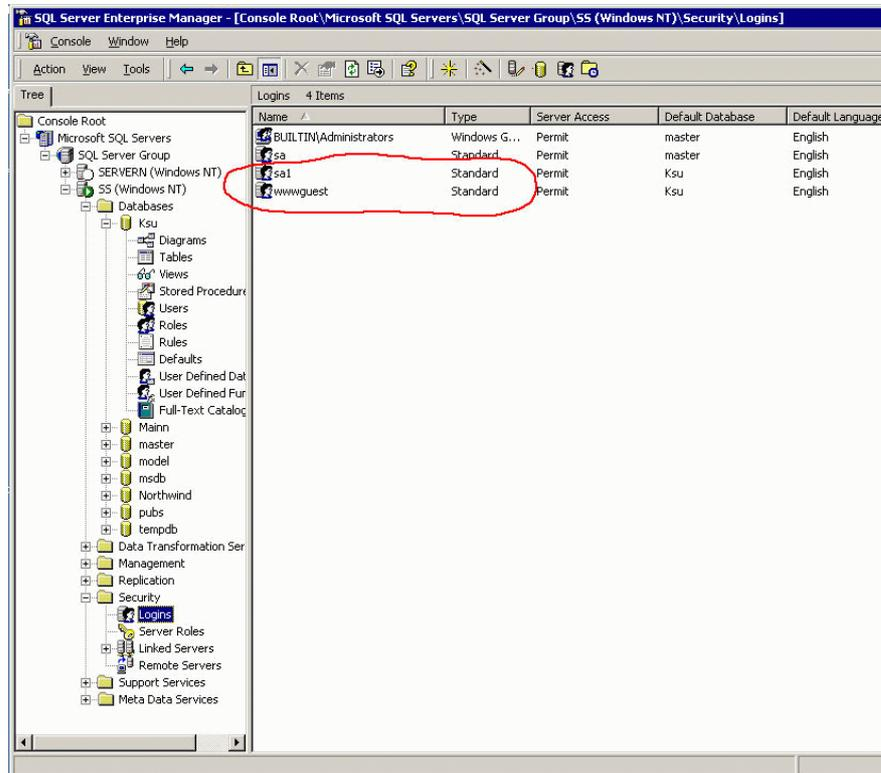

Рис. 4
2. Проверить наличие пользователей на эти базы данных – wwwguest и sa1 с правами на чтение и запись соответственно (Рис. 4).